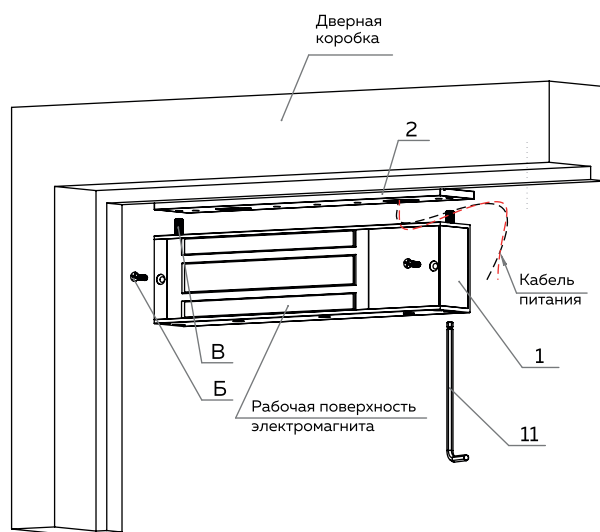

Рисунок 5
- 2** Через овальный паз пропустить кабель питания для замка и соединить согласно схеме подключения. Для фиксации электромагнита **1** на монтажном уголке **2** необходимо выкрутить винты **Б** и затем при помощи ключа **11** затянуть винты **В** (см. рис. 5). После установки закрутить винты **Б** обратно.